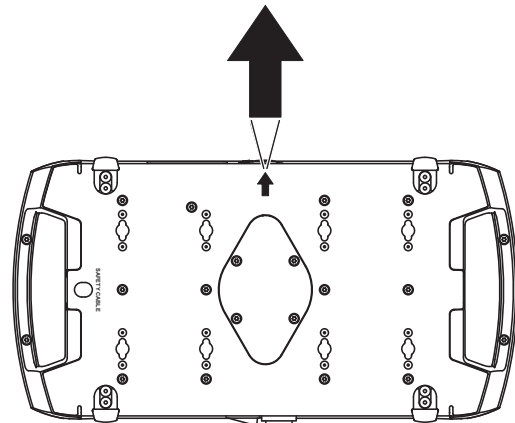

Figure 6: Face avant de l'appareil
3. Voir Figure 6 en page 10. Alignez le premier ensemble crochet - embase avec les deux trous de fixation dans la base et engagez les deux verrouillages à quart de tour. Voir Figure 5. Tournez complètement les verrouillages de 90° dans le sens horaire pour les bloquer. Répétez la même opération pour le second ensemble crochet - embase.